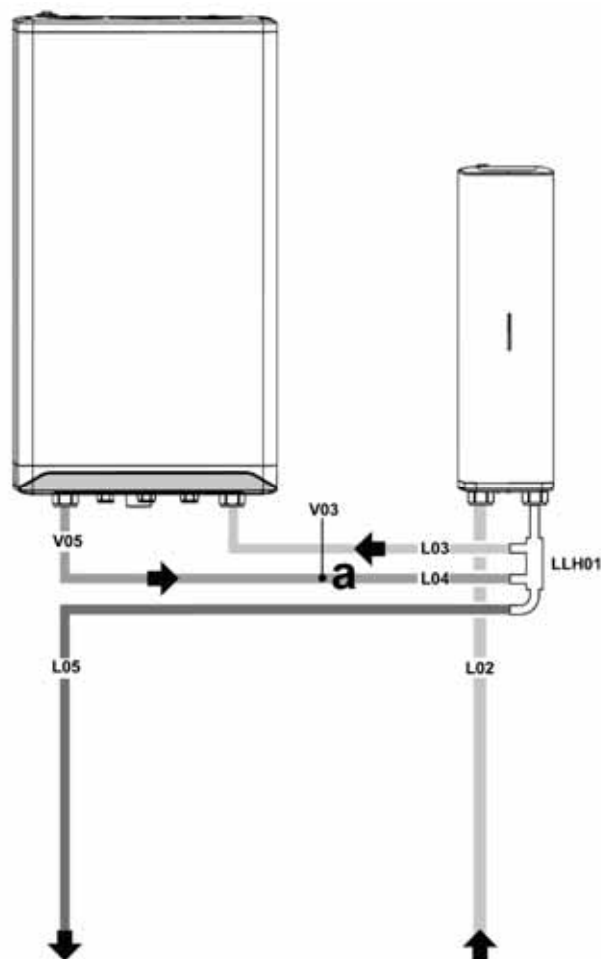
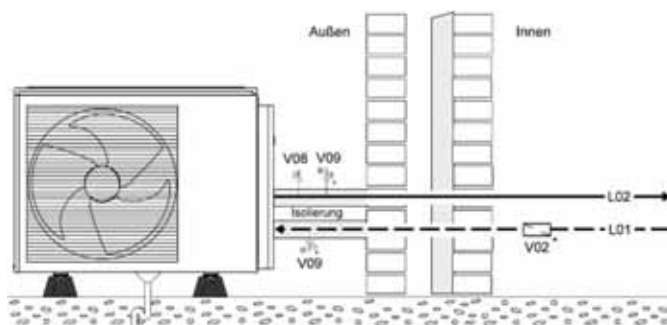

Abb. 22: Hydraulische Anschlüsse der Inneneinheit
Abb. 23: Hydraulische Anschlüsse der Außeneinheit
- ➔ Montieren Sie den Vorlauf Heizkessel L04 inkl. eines Rückschlagventils V03 an der Position a (s. Abb. 22).
Legende zu Abb. 22-Abb. 23:
- ➔ Installieren Sie ggf. einen mechanischen Frostschutz (z. B. V09 gem. Abb. 23), s. hierzu auch Kap. 3.13.2.
- ➔ Schließen Sie den Rücklauf Wärmepumpe L01 an den Anschluss Rücklauf Wärmepumpe ② an.
- ➔ Schließen Sie den Vorlauf Wärmepumpe L02 am Anschluss Vorlauf Wärmepumpe ① an.